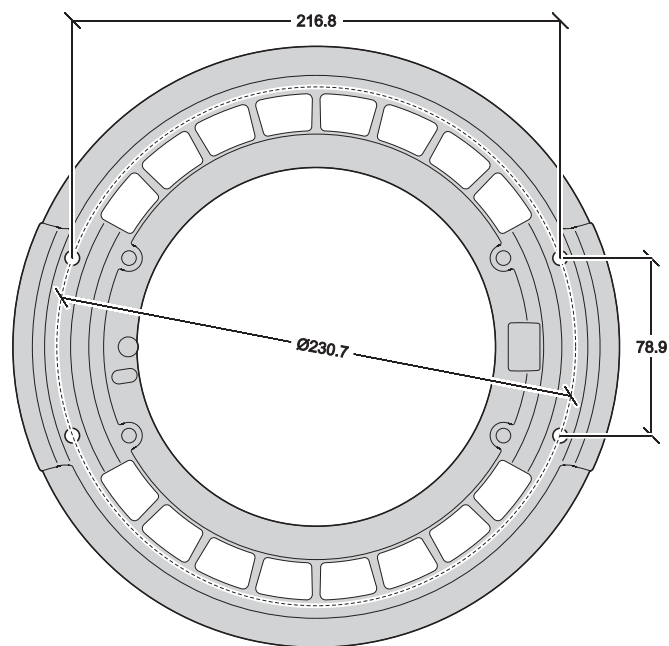

Figure 15: Cotes pour la poignée de poursuitage
Attention! Les vis utilisées pour fixer un accessoire à l'arrière de la tête ne peuvent être montées que dans les trous (repérés en Figure 15) ménagés dans le capot arrière de la tête. N'essayez pas de fixer un accessoire sur le capot arrière par une autre méthode. Les vis ne doivent pas dépasser de plus de 15 mm (0.6 inches) vers l'intérieur de la tête au risque d'endommager l'isolation électrique intérieure et de créer un risque sérieux voire mortel d'électrisation pour l'opérateur.
- Quatre trous (repérés en Figure 15) sont ménagés dans le capot arrière de la tête pour fixer des supports de poignées de poursuite.
Les supports ne doivent pas gêner le mouvement de la tête en tilt et doivent respecter les cotes données en Figure 15.
Les dimensions sur la Figure 15 sont données en millimètres :